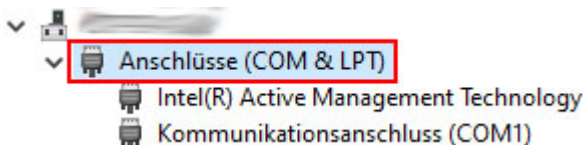

Abb. 7-1: Geräte-Manager > Anschlüsse (COM & LPT)
3. Bereich *Anschlüsse (COM & LPT)* öffnen (→ Abb. 7-1).